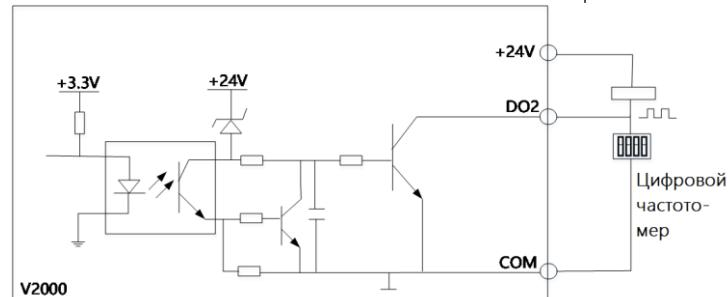

Рис. 3-14 Метод подключения 1 для клемм DO2
- DO2 также может использоваться в качестве импульсного выхода, если для питания используется внутренний источник питания 24В. Подключение показано на рис. 3-14.